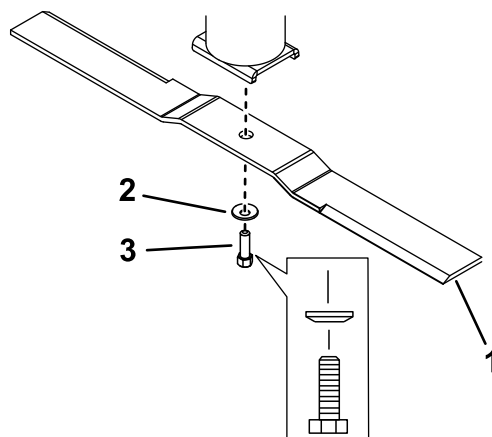

Рисунок 39
2. Выверните болт ножа, снимите изогнутую шайбу и нож с чаши шпинделя в сборе (Рисунок 39).
1. Установите нож на шпиндель (Рисунок 39).
2. Установите изогнутую шайбу (чашеобразной стороной в сторону ножа) и болт ножа (Рисунок 39).